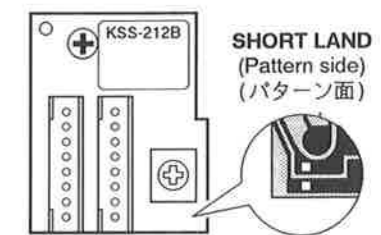

Fig. 3-2
- LD terminals are factory-strapped before shipment to protect LD from electrostatic discharges during transportation. (Fig. 3-2) After connector insertion, unstrap the LD terminal with a soldering iron. The temperature of the soldering iron tip must be 320°C or below (30W) and the unstrapping should be performed quickly.
- LD の端子は、出荷時に輸送による静電破壊防止のためショートされています。(Fig. 3-2) ショート部の解放はコネクターを差し込んだ後、半田ゴテで行なってください。半田ゴテは、コテ先温度が 320°C 以下 (30W) のものを使用し、すみやかに行ってください。